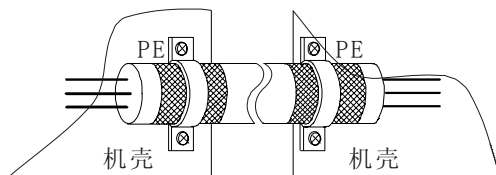

图 3-27 正确的屏蔽接地方法
- (1) 变频器到电动机的线缆(U、V、W 端子引出线)应尽量避免与电源线(R、S、T 或 R、T 端子输入线)平行走线。应保持 30 厘米以上的距离。
- (2) 变频器输出 U、V、W 端子三根电机线尽量置于金属管或金属布线槽内。
- (3) 控制信号线应采用屏蔽电缆,且屏蔽金属丝网必须通过两端的电缆夹片与金属机箱相连。如图 3-27 所示: